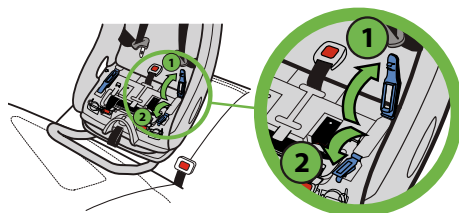

Figure 56
Si vous installez le siège avec une ceinture baudrier/sous-abdominale, ouvrez un (1) dispositif de blocage en position orientée vers l'arrière, tel qu'illustré dans la **Figure 56**. Utilisez le dispositif de blocage qui vous semble fournir l'installation la plus sécuritaire.